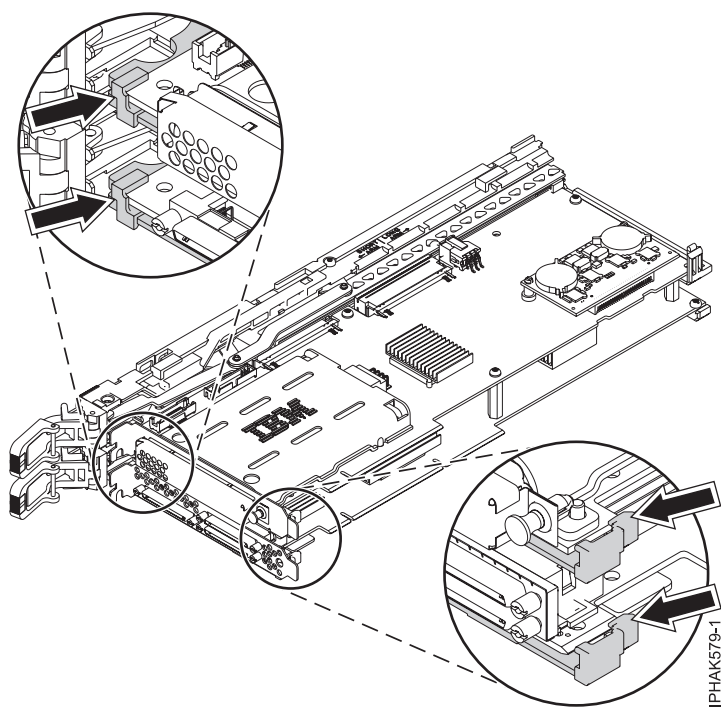

Figura 74. Desenganxar el cantons del conjunt del casset
- a. Agafeu el cantó superior de la contrapunta de l'adaptador d'amplada doble i traieu-lo de les osques del conjunt del casset. A continuació, apugeu la contrapunta de l'adaptador d'amplada doble per tal que la seva part inferior s'alliberi del conjunt del casset. Consulteu Figura 74.